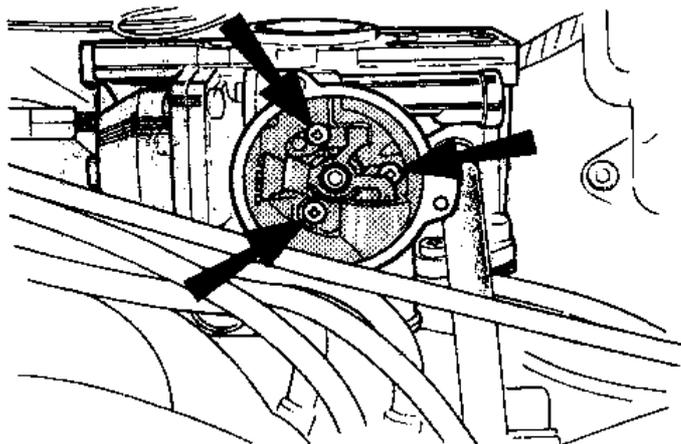

Рис.3.50. Винты, крепящие воздушную заслонку (Разд.25)
77. Выверните три винта, крепящих корпус автоматической воздушной заслонки к карбюратору (Рис.3.50). Снимите воздушную заслонку.